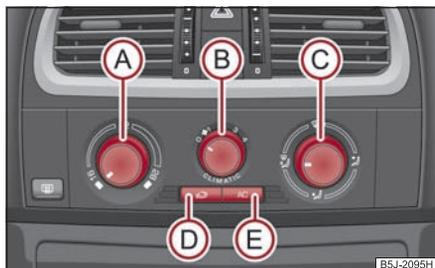

Abb. 116 Climatic: Bedienungselemente
Die Klimaanlage arbeitet, wenn der Schalter  ⇒ Seite 94, Abb. 116  gedrückt ist und folgende Bedingungen erfüllt sind:
- Drehen Sie den Drehregler **A** ⇒ Abb. 116 nach rechts, um die Temperatur zu erhöhen.